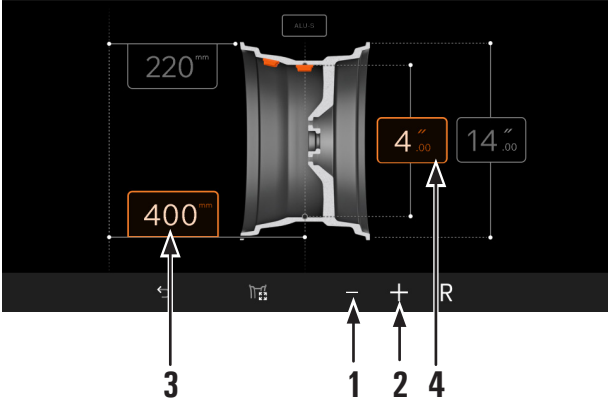

Fig. 49
i I pulsanti (Fig. 49 rif. 1 - 2) sono attivi solamente per l'applicazione di pesi adesivi. Non attivi nel caso di applicazione di pesi a molletta.
- portarsi sulla videata (Fig. 49 o Fig. 51) (videata dove vengono visualizzate le misure acquisite dall'apparecchiatura/modificate dall'operatore),
Procedendo in questo modo l'apparecchiatura utilizzerà le misure di applicazione peso visualizzate in Fig. 49 o Fig. 51 per tutte le ruote da equilibrare.